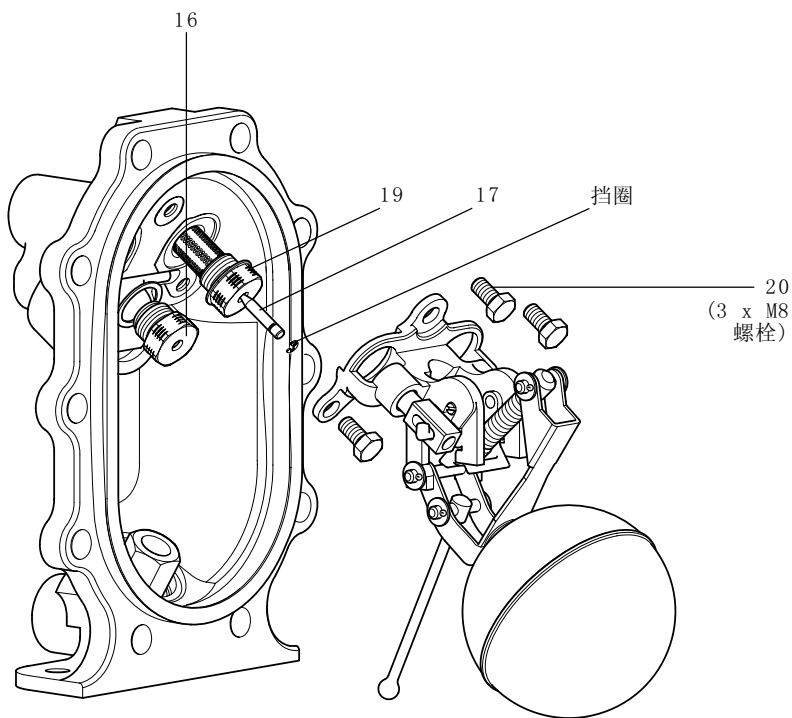

图 23
9. 按照图23插入蒸汽阀组件替换件（部件17）和乏汽阀（部件16）。